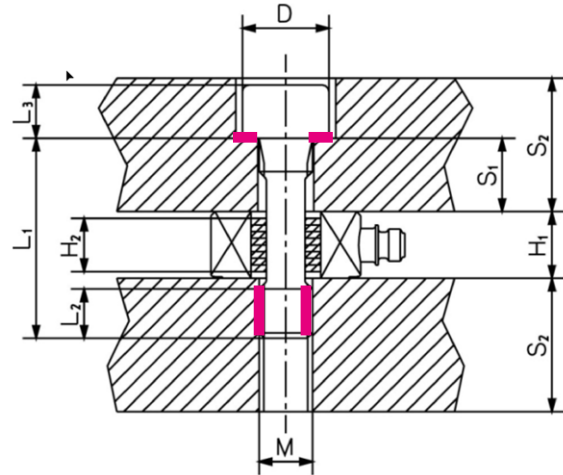

Abb. 1: Detaillierte Masse für den Sensoreinbau
2. Schraubengewinde und Auflagefläche unter dem Schraubenkopf mit Spezialfett 1063 einfetten (rot eingezeichnet in Abbildung 1).